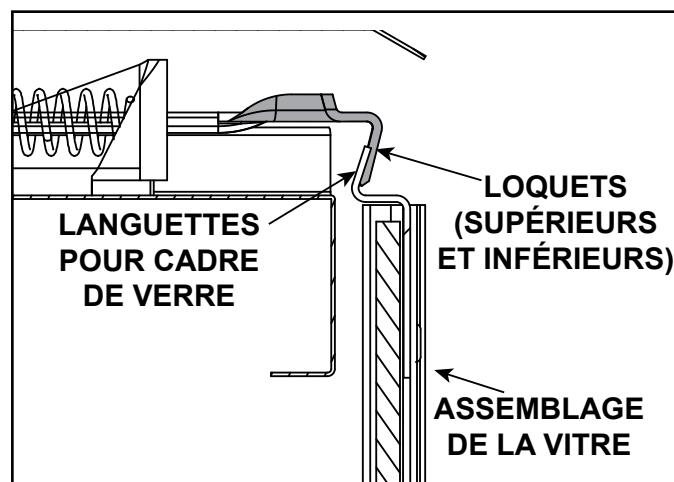

Figure 11.14 Panneau de verre fixe
- Sortez les quatre verrous du panneau de verre fixe hors des languettes du cadre. Enlevez l'assemblage de la vitre fixe de l'appareil. Voir la figure 11.14.